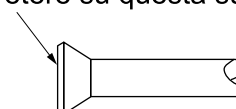

Fig. 14
- Per collegare il dado svasato, applicare olio di estere oppure olio di etere all'interno della sezione svasata e ruotare la parte girevole del dado 3-4 volte manualmente prima di avvitare. **(Fare riferimento alla Fig. 14)**